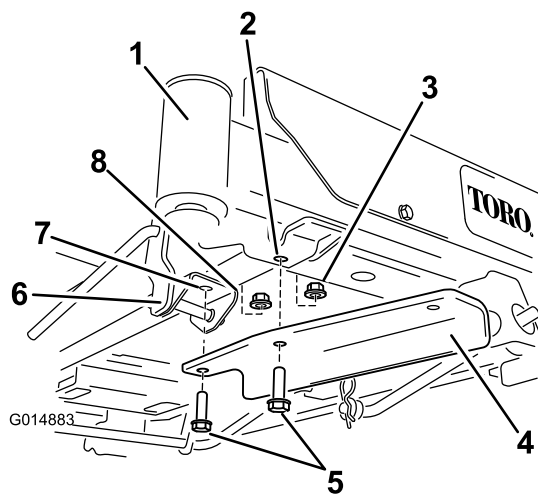

Figura 7
- Pentru mainile cu o pedală de ridicare cu asistare a piciorului, îndepărtați elementele de fixare din suportul pedalei de ridicare cu asistare a piciorului i fixezi suportul folosind 2 uruburi i 2 contrapiulie (Figura 7).